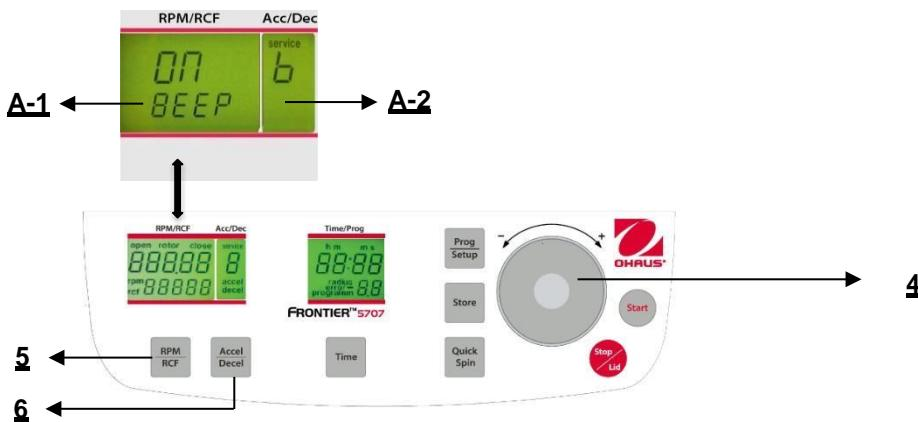

Figura. 32
Procedere come descritto al punto 4.1.2 per inserire questa modalità programma e poi premere il tasto **"Accel/Decel"** (6). Sul display **"Acc/Dec"** (A-2) lampeggia la parola **"Service"**. Selezionare adesso la lettera **"B"** con la quadrante di regolazione (4). Di conseguenza, sul display **"RPM/RCF"** (A-1), appare la parola **"ON/BEEP"**. Dopo aver premuto il tasto **"RPM/RCF"** (5), è possibile selezionare il suono tastiera con la quadrante di regolazione(4). (Vedere figura 32)